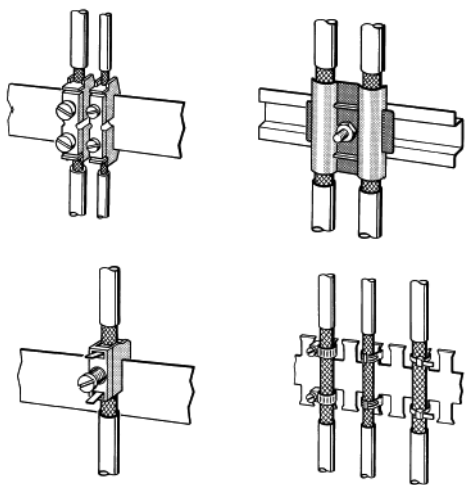

Fig. 7: Fixation des câbles blindés à l'aide de serre-câbles et de colliers de serrage (représentation schématique)
- Les serre-câbles doivent entourer généreusement le blindage et garantir un bon contact (voir Fig. 7).
- Suspendre le crochet de verrouillage supérieur du module dans le rail profilé et presser la partie inférieure sur le rail, comme indiqué dans la figure 7, jusqu'à entendre le bruit d'encliquetage.